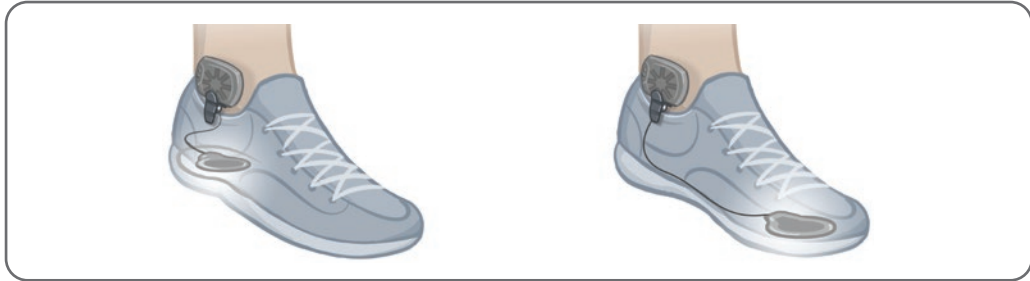

Bild 6-19: Slutlig position för fotsensorn ansluten till skon
4. Kläm fast fotsensorsändaren på den inre kanten på skon. Vänd stjärnlogotypen på sändaren utåt. Se bild 6-19.
5. Täck trycksensorn med innersulan. Stoppa in överflödigt kabel under innersulan. Se bild 6-19.